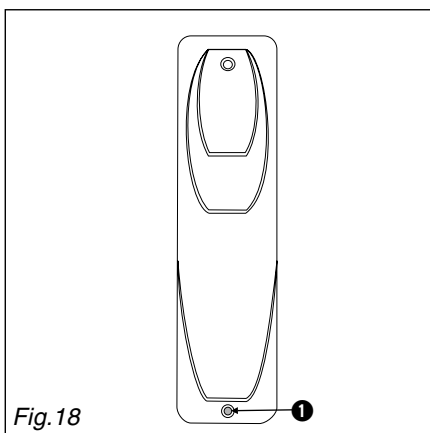

Fig. 18
- Contacts d'ouverture volets ❶,
- Contacts d'ouverture de fenêtres ❷.
3.3.3.1 Ouverture du boîtier (fig. 18)
- 1 - Dévisser la vis du capot ❶.